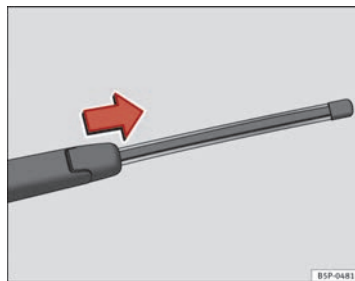

Fig. 131 Extraer la escobilla del limpialuneta
- Separe el brazo del limpiacristales de la luneta ⇒ **fig. 131**.
- Deslice el adaptador de la escobilla en la dirección de la flecha y retire la escobilla ⇒ **fig. 131**.